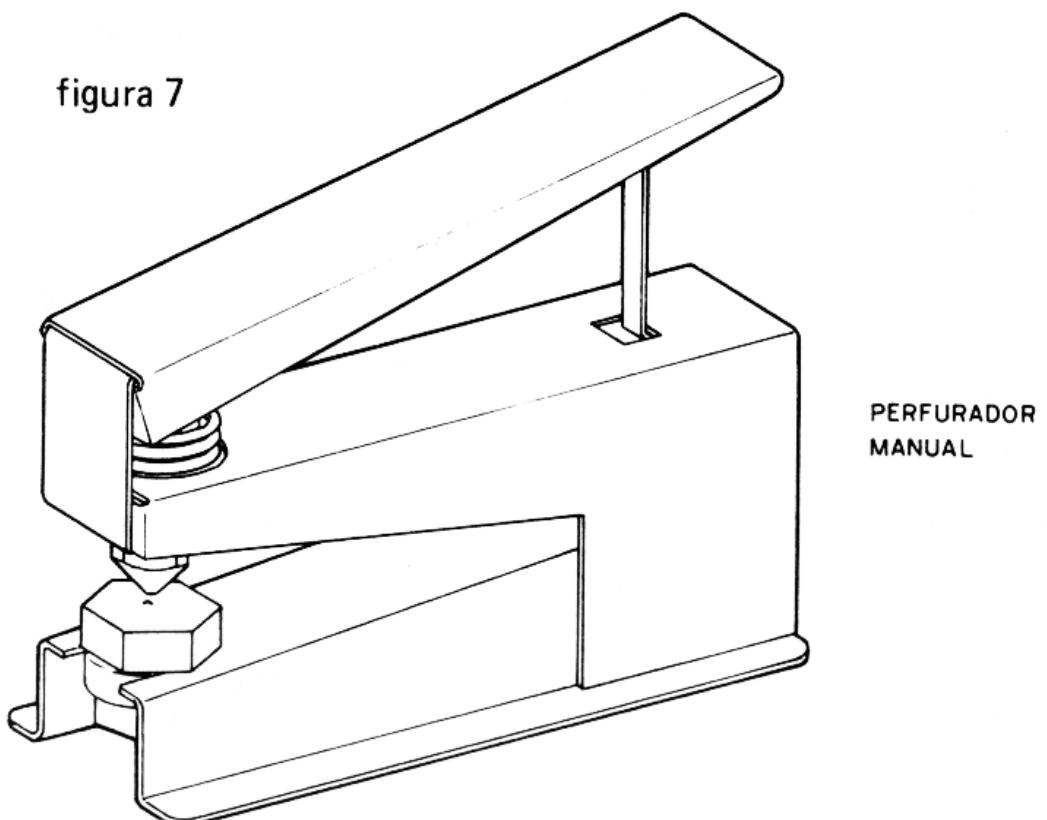

figura 7
7) Depois, é só furar a placa nos pontos indicados, usando para isso um perfurador como mostra a figura 7.